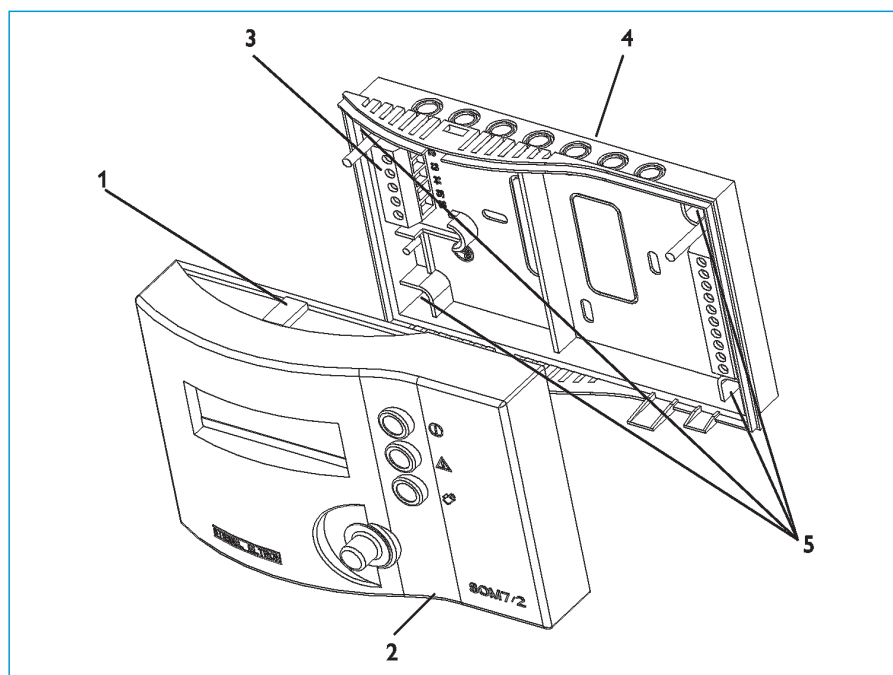

Fig. 2
Soltar las dos uniones por encastramiento (1), situadas en la parte superior e inferior de la carcasa (fig. 2), presionando ligeramente sobre las pestañas con ayuda de un útil puntiagudo. Desprender la parte superior de la carcasa (2) de la inferior (3). Atravesar y desbarbar con una herramienta adecuada las aberturas y pasacables (4) precisados. Marcar las posiciones de los 4 tornillos de fijación (5) y fijar la mitad inferior de la carcasa sobre una base plana con ayuda de los tornillos y los tacos incluidos. Realizar a continuación la conexión eléctrica.